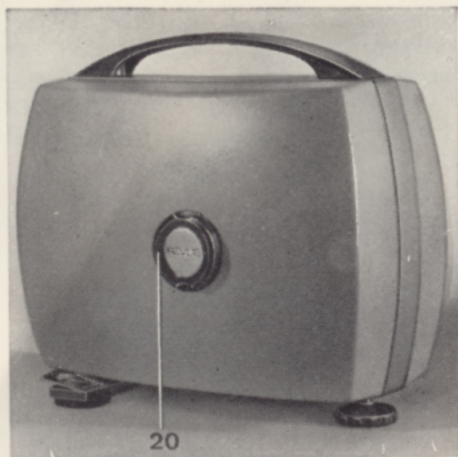

Abb. 1
- 1** Öffnen des vorderen Deckels durch Drehen des Deckelknopfes Nr. 20 in entgegengesetzter Richtung des Uhrzeigersinnes (Abb. 1).